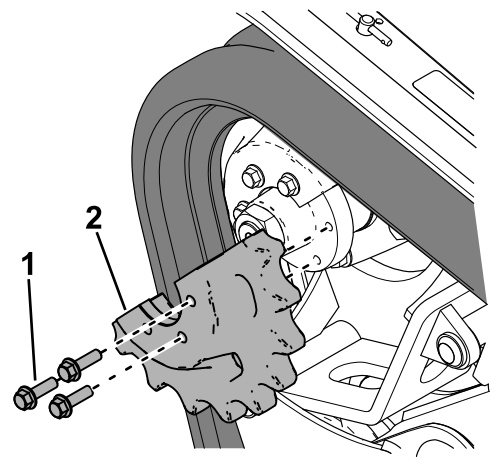

Figure 62
- Galet de roulement (5)
- Retirez les 3 boulons qui fixent la moitié de pignon qui n'est pas engagée sur la chenille (Figure 62).
19. Appliquez du frein-filet sur les boulons du demi-pignon d'entraînement que vous avez retiré et posez le demi-pignon (Figure 62). Serrez les boulons à un couple de 95 à 115 N·m.